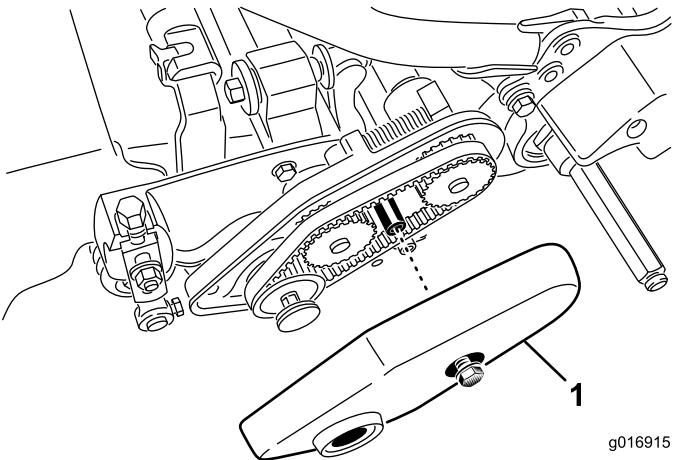

図 20
- ベルトカバーを固定しているフランジボルトをゆるめてベルトカバーを外し、ベルトを露出させる(図 20)。